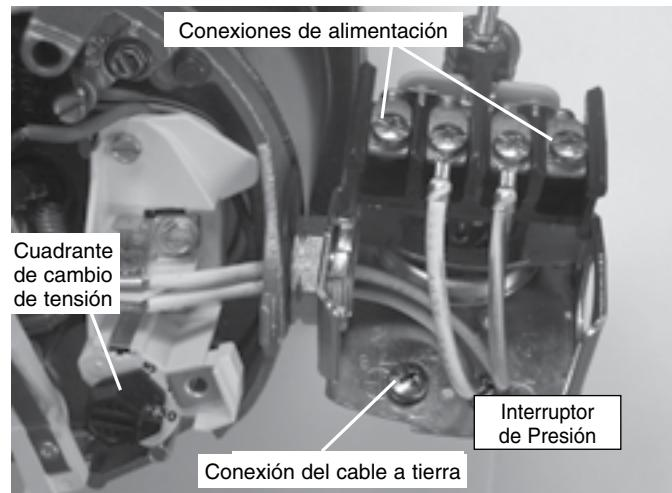

Figura 8: Tensión configurada para 230 voltios, tipo cuadrante
3. Conecte los conductores de alimentación a los dos tornillos exteriores en el manóstato según se ilustra en el Figura 8.
4. Conecte el cable a tierra a una de las conexiones a tierra según se ilustra en la Figura 8.
4. Conecte los alambres de suministro de corriente al conmutador de presión según se ilustra en la Figura 8, página 7.